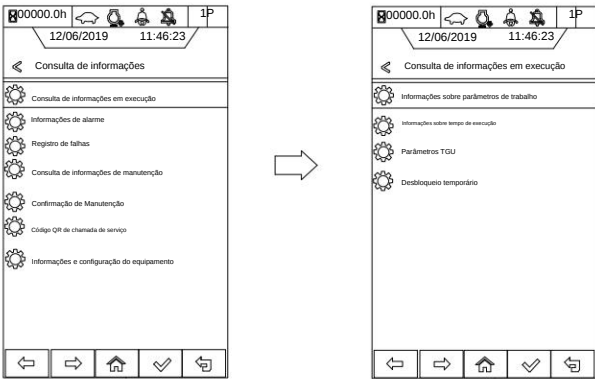

Figura 3-33
3.2.2.18 Consulta de informações de operação Pressione o botão menu para entrar na interface principal, conforme mostrado na Fig. 3-16. Mova o ícone de seta para inserir a consulta de informações conforme mostrado na Fig. 3-17. Selecione a interface de consulta de informações de operação e parâmetro de condição operacional configuração de informações por meio das teclas de seta para a esquerda e para a direita.  tecla para confirmar, e a interface é mostrada em Pressione Figura 3-33.
O usuário pode pressionar diretamente o botão de menu para entrar na interface principal, conforme mostrado na Fig. 3-16, e entrar diretamente no consulta de parâmetros operacionais conforme mostrado na Fig. 3-34. Ou entre na interface do usuário conforme mostrado na Figura 3-17. Operar o interface de consulta de informações por meio das teclas de seta Esquerda e Direita, conforme mostrado na Figura 3-33. Insira a condição de operação informações, conforme mostrado na figura, para entrar na condição de operação, conforme mostrado na figura. Pressione as teclas de seta para cima e para baixo para consultar os parâmetros das condições operacionais, a interface conforme mostrado em 3-34.